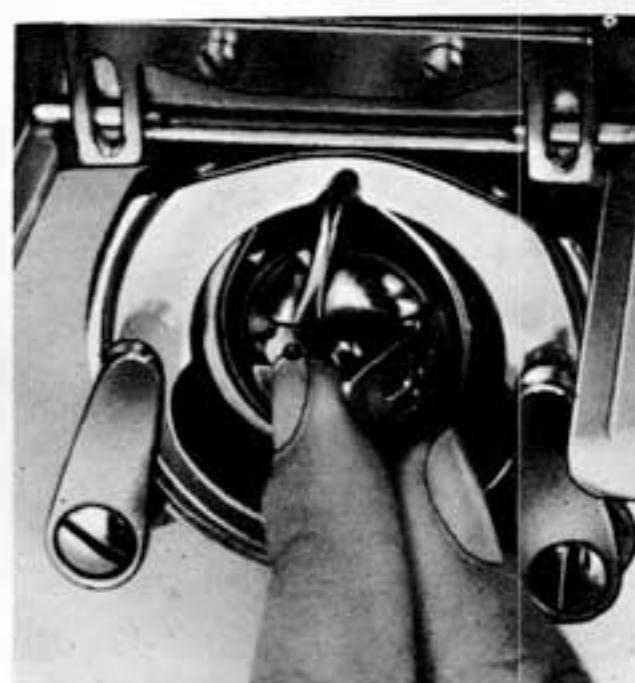

Fig. 9
4. After threading the bobbin case, hold its latch (Fig. 9) between the thumb and forefinger of the left hand, with its position finger opposite the notch at the top of the shuttle race and replace it on the centre stud of the shuttle (Fig. 9).
- 5) Houd het klepje (latch fig. 9) tussen duim en wijsvinger van de linkerhand vast, zorg dat het uitsteeksel (position finger fig. 9) tegenover de uitsparing in de grijperbaan komt en, zet de huls op de as.